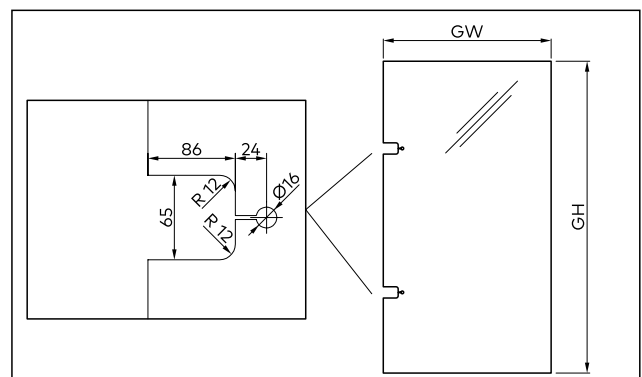

Abb. 7 Maße der Glasbearbeitungen
2. Die Maße der Glasbearbeitung prüfen (Abb. 7).